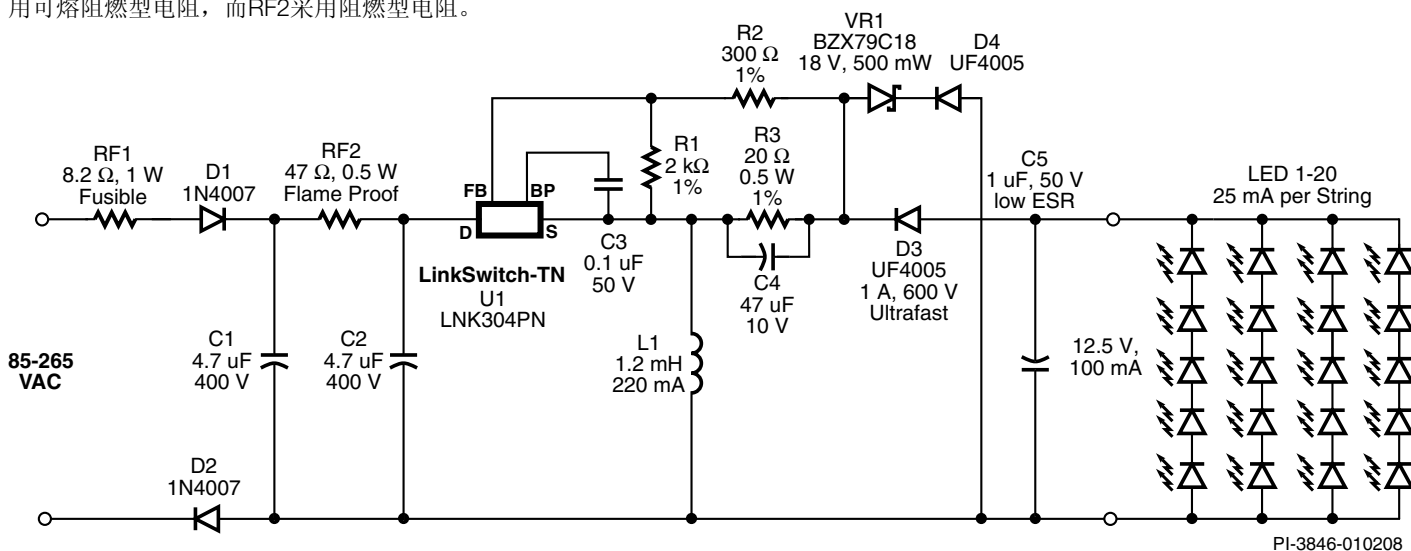

图1. 1.25 W、12.5 V、100 mA恒流LED驱动电源原理图，使用非隔离降压-升压型拓扑
- 图1所示电路的输出电压变化范围为 $\pm 12\%$ （包括 $50\text{ }^{\circ}\text{C}$ 的温度变化）。